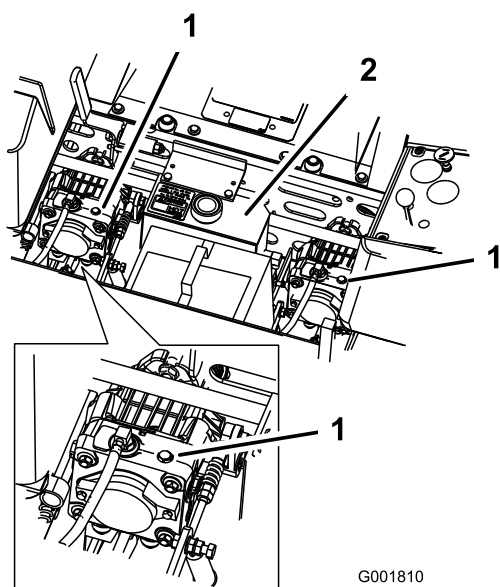

Figura 33
2. Gire las válvulas de desvío una vuelta en el sentido contrario a las agujas del reloj para empujar la máquina. Esto permite que el aceite hidráulico se desvíe alrededor de la bomba, dejando que las ruedas giren (Figura 33).
Gire las válvulas de desvío una vuelta en el sentido de las agujas del reloj para conducir la máquina (Figura 33).